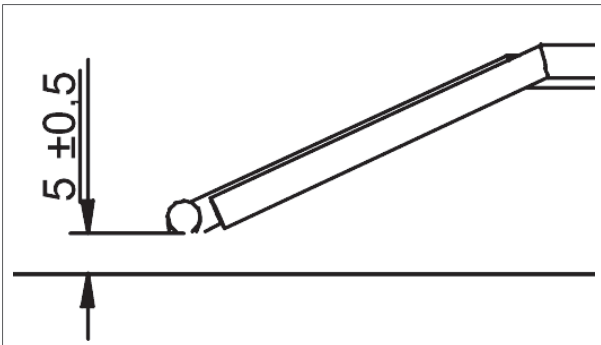

Abbildung 26 - Abstand zwischen der Elektrode und dem Brenner
- a. Der Abstand zwischen Elektrode und Brenner muss 5,0 ($\pm 0,5$) mm (Abb. 26) betragen.